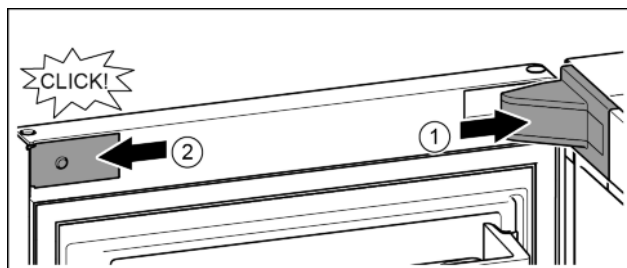

Fig. 18
- Afdekking van de lagerbus aanbrengen en vastklikken, en indien nodig, voorzichtig uit elkaar drukken. Fig. 18 (1)
- Paneel zijdelings aanbrengen en vastklikken. Fig. 18 (2)